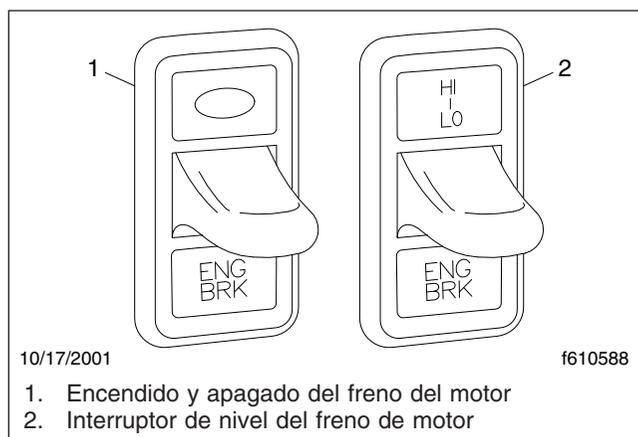

Figura 10.4, Interruptores del freno de motor
- El interruptor de encendido y apagado (ENG BRK) se utiliza para encender y apagar el freno de motor. Vea la **Figura 10.4**. Se ilumina
2. Pulse el botón ON/OFF para activar el freno de motor. Vea la **Figura 10.4**. El freno de motor se acoplará a la última tasa fijada en el interruptor de intensidad del freno.